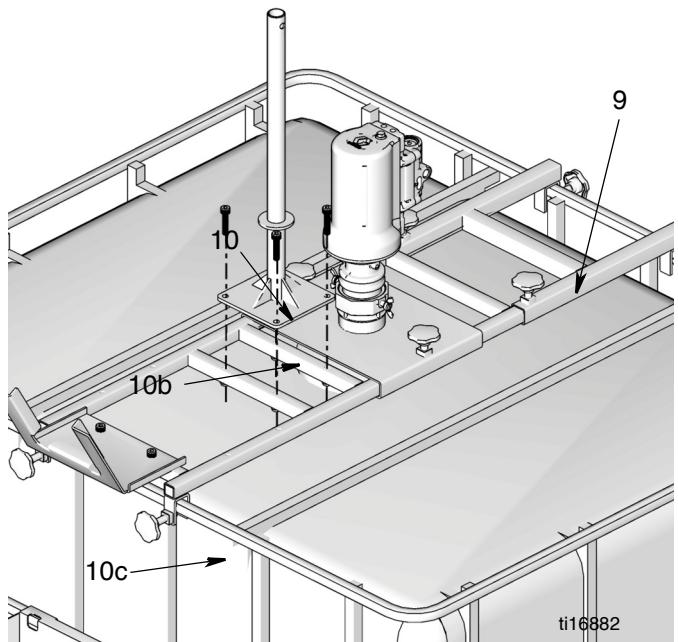

Рис. 15
- Поставьте скобу барабана (10) на верхнюю скобу (9). Зафиксируйте ее на месте четырьмя винтами (10b) и гайками (10c) (Рис. 15).
- Подсоедините распределительное устройство (12) к концу шланга (Рис. 15). Надежно затяните фитинг.